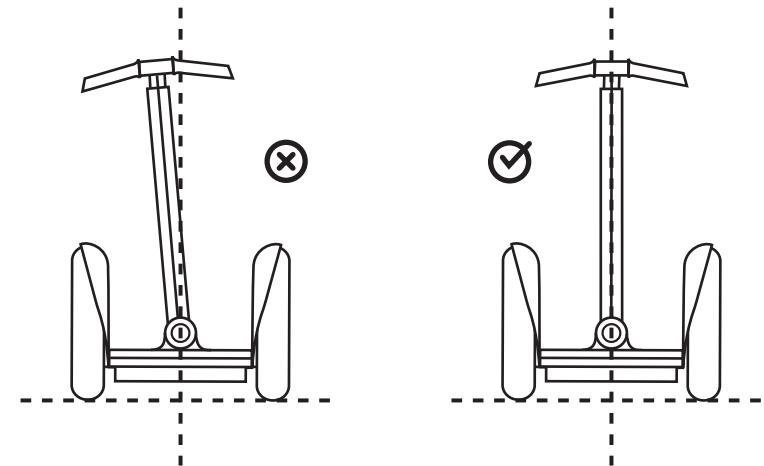

Abbildung 3. Den LeanSteer-Rahmen zentrieren
7. Bevor Sie die Schraube festziehen, müssen Sie per Sichtprüfung sicherstellen, dass der Lenker gerade und mittig sitzt. Wenn nicht, müssen Sie den LeanSteer-Rahmen begrädnen und zentrieren. Siehe Abbildung 3.